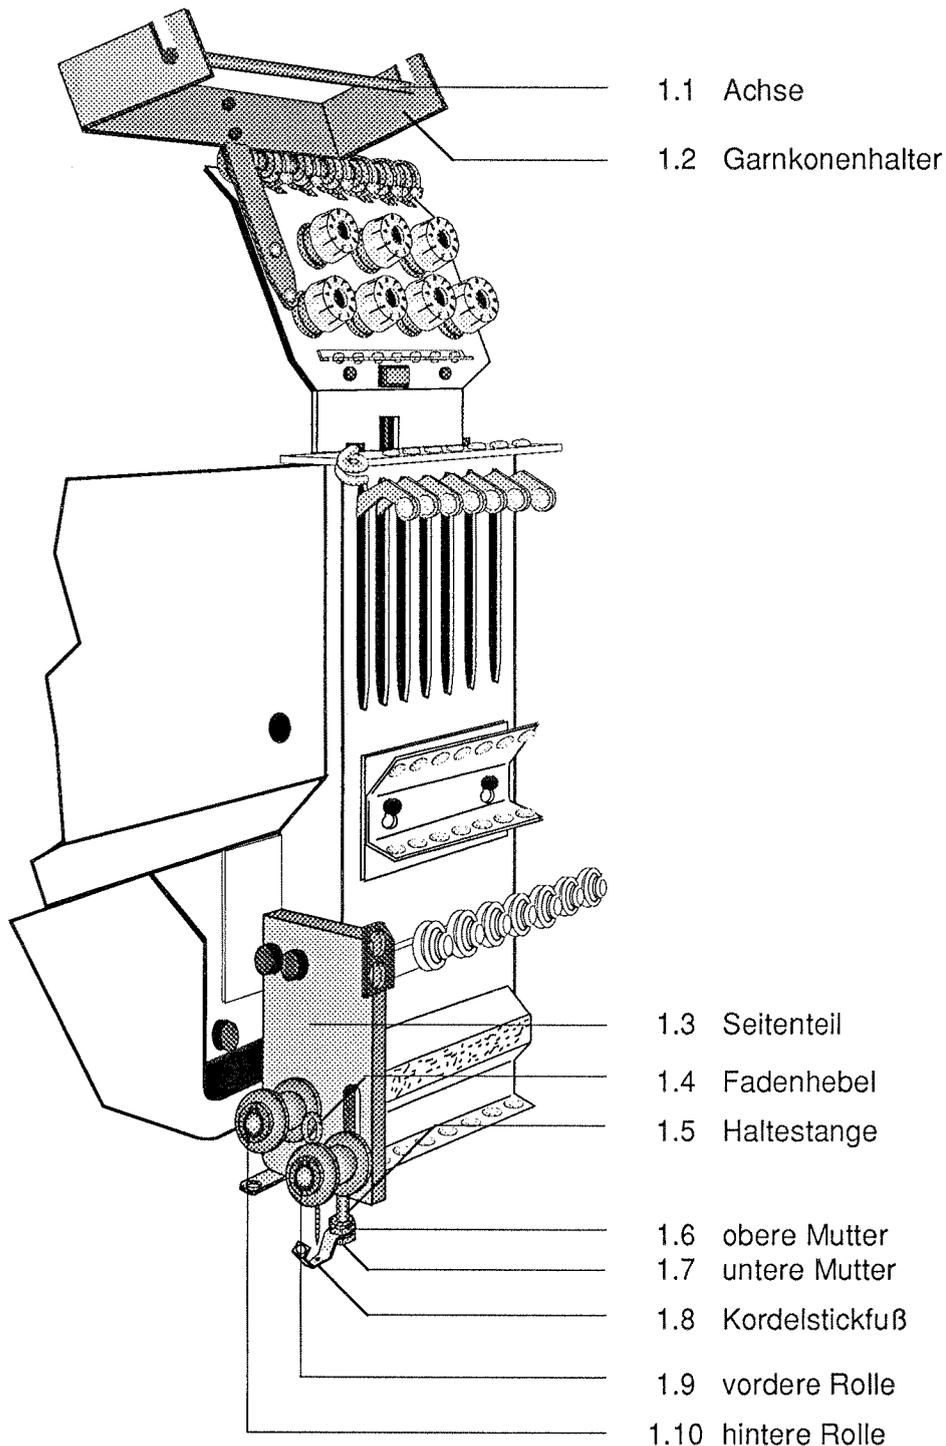

Abbildung 1.0
Die Kordelstickeinrichtung sitzt auf der rechten oder linken Seite des Stickkopfes und ersetzt jeweils die beiden äußeren Nadeln. Im folgenden ist eine linke Ausführung beschrieben (siehe auch Abbildung 1.0). Bei der rechten Ausführung sind die Bauteile spiegelbildlich angebracht. Ansonsten sind die beiden Ausführungen gleich.
- Garnkone bzw. Spannvorrichtung mit Garnkone auf die Achse des Garnkonehalters (8.1) setzen (siehe auch Abb. 1.0).